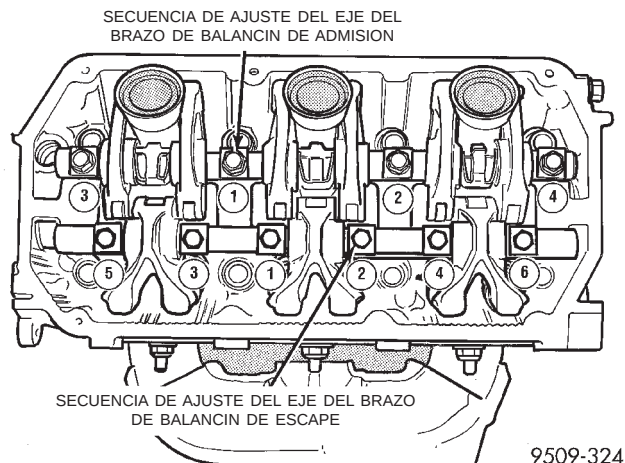

Fig. 48 Secuencia de ajuste del eje del brazo de balancín
- (2) Apriete los pernos con una torsión de 31 N·m (276 lbs. pulg.) en la secuencia que se muestra en la (Fig. 48).
- (3) Retire de los balancines los retenes del regulador automático de juego, herramienta especial MD-998443.
- (4) Instale la tapa o las tapas de la culata de cilindros. Consulte el procedimiento en esta sección.